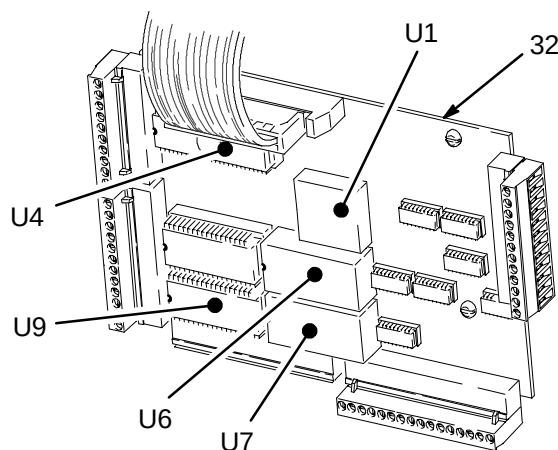

Fig. 45
2. Localiser la carte de commande (32) dans le boîtier de commande. Voir Fig. 45.